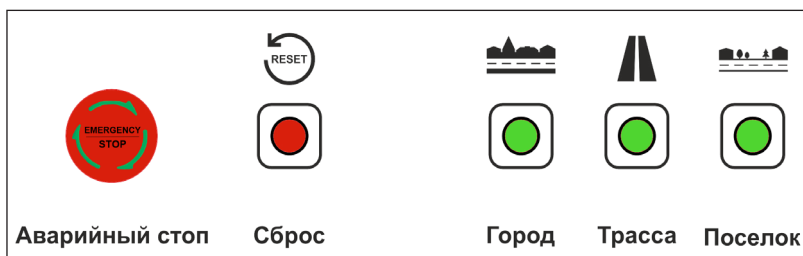

Рис. 1.2 Схема панели управления режимами
- При успешном подключении симуляционного комплекса к источнику питания кнопка «Emergency stop» будет иметь индикацию зеленого цвета (Рис. 1.2);